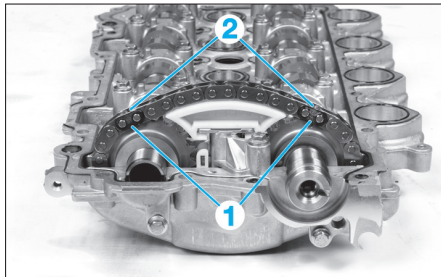

Fig. 75
- Aligner les repères d'arbres à cames (1) (Fig.75) avec les maillons noirs (2) de la chaîne.